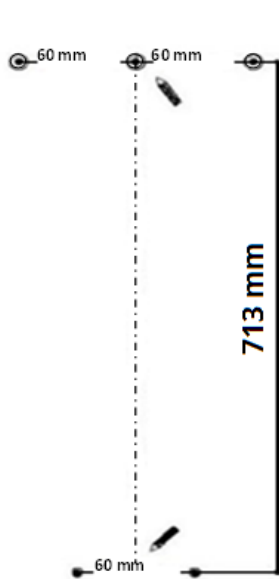

Рисунок 4
**Крок перший:** Позначити місця для отворів для кріплення котла відповідно до схеми рис.4. Просвердлити 3 отвори діаметром 8 мм, відстань між двома суміжними отворами 60 мм. Під ними, на відстані 713 мм просвердлити 2 отвори діаметром 6 мм, відстань між отворами 60 мм (рис.4).